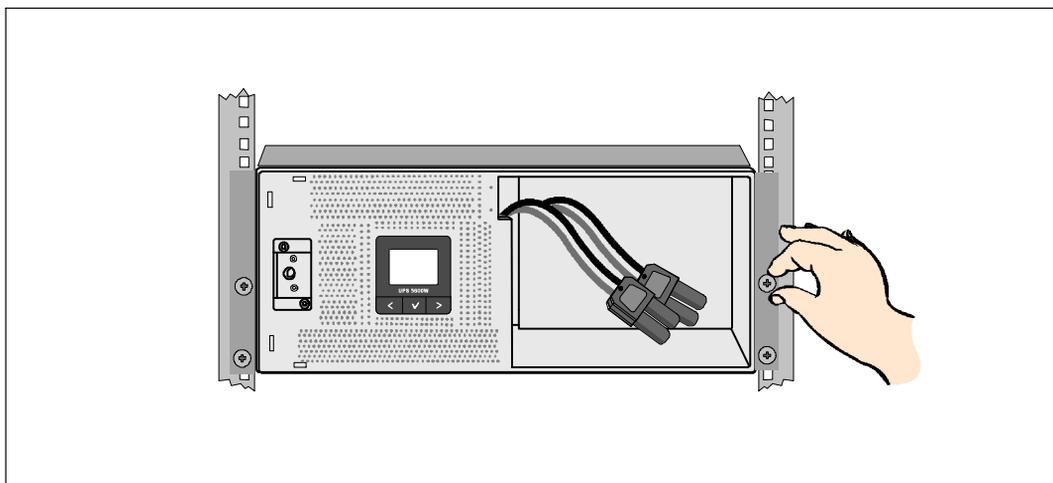

Figura 11. Cómo asegurar el gabinete
- 7 Asegure el frente del gabinete al bastidor con cuatro tornillos de apriete manual en los soportes de montaje (consulte la Figura 11). Ajuste manualmente; no utilice herramientas mecánicas. Repita este procedimiento para todos los gabinetes adicionales.